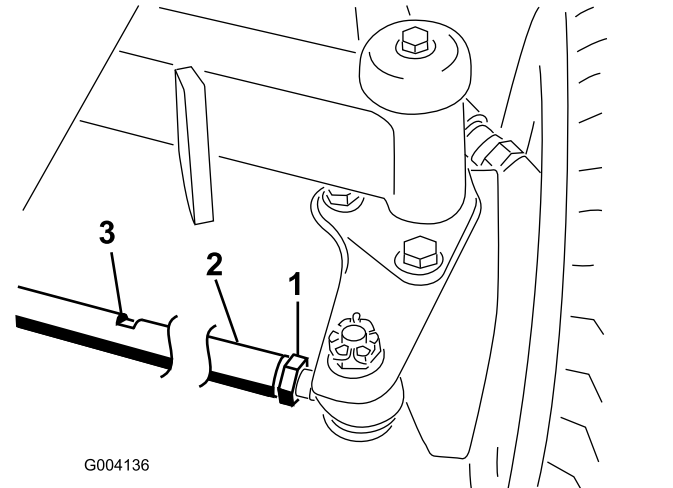

Figure 63
2. Desserrez l'écrou de blocage à chaque extrémité de la biellette (**Figure 63**).
3. Pour faire pivoter les roues, tournez la biellette au niveau des méplats (**Figure 63**).
6. Serrez l'écrou de blocage à chaque extrémité de la biellette (**Figure 63**).